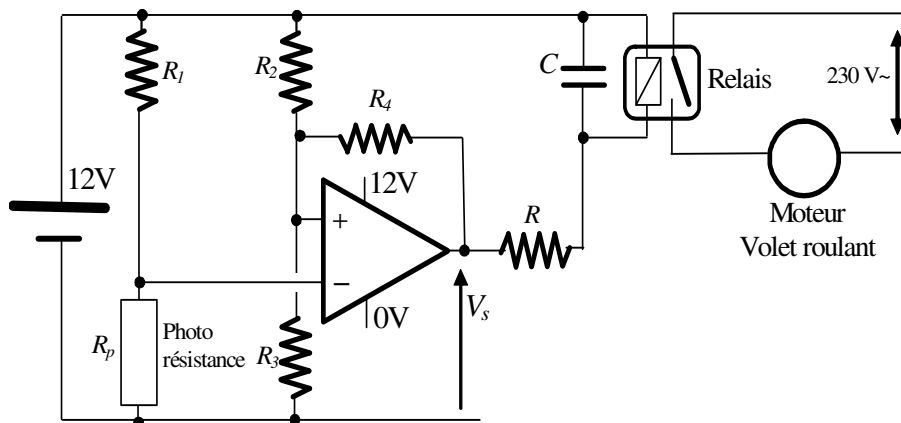

Figure 3
- Afin d'éviter ce problème, on utilise le schéma de la figure 3. Expliquez le fonctionnement de ce montage en donnant l'évolution de la tension V_s en fonction de la tension V_e aux bornes de R_p . Pourquoi ce montage évite t il le problème du nuage crépusculaire ?
La documentation du circuit timer 555 est donnée à la figure 3.